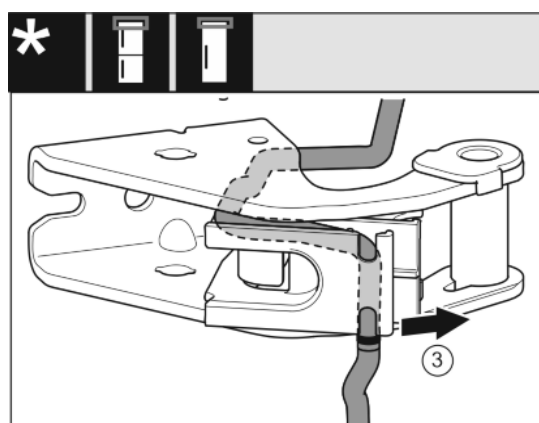

Fig. 22
- ▶ Kabel potegnite iz vodila. *Fig. 22 (3)*